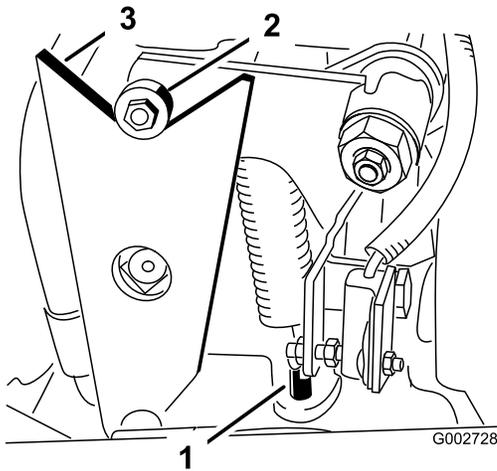

図 41
- ・ 回転方向が正しければ、エンジンを停止し、スプリング調整ピンのロックナットの調整を行う (図 41)。走行ドライブのニュートラル調整を行う；「走行ドライブのニュートラル調整」を参照のこと。